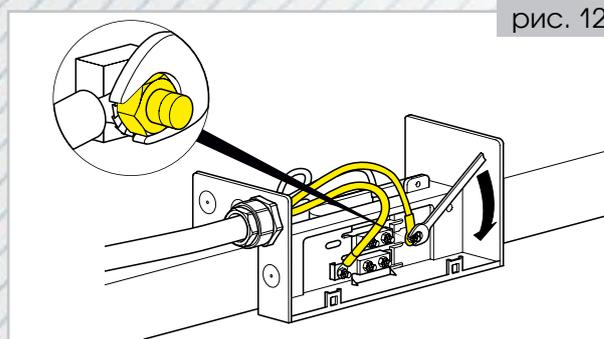

рис. 12
- Закрепить каждый провод на кабельных наконечниках, соблюдая полярность, и провести второй конец силового кабеля через кабельный зажим с контргайкой (смотреть раздел питание троллейного шинопровода с конца). **(рис.12)**